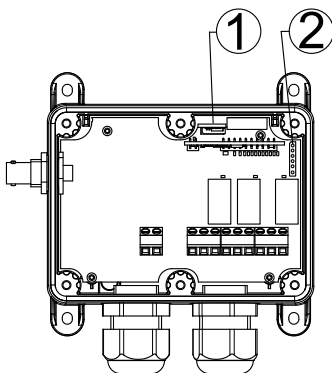

Abbildung 10. Steckplätze von Speicherkarte und Display im Empfänger
4. Setzen Sie die Speicherkarte, deren Parameter Sie kopieren möchten, in den Speicherkarten-Steckplatz des Empfängers ein (siehe Abbildung 10).
5. Setzen Sie die Display-Platine in den zugehörigen Steckplatz ein (siehe Abbildung 10).
4. Setzen Sie die Speicherkarte, deren Parameter Sie kopieren möchten, in den Speicherkarten-Steckplatz ein (siehe Abbildung 10).